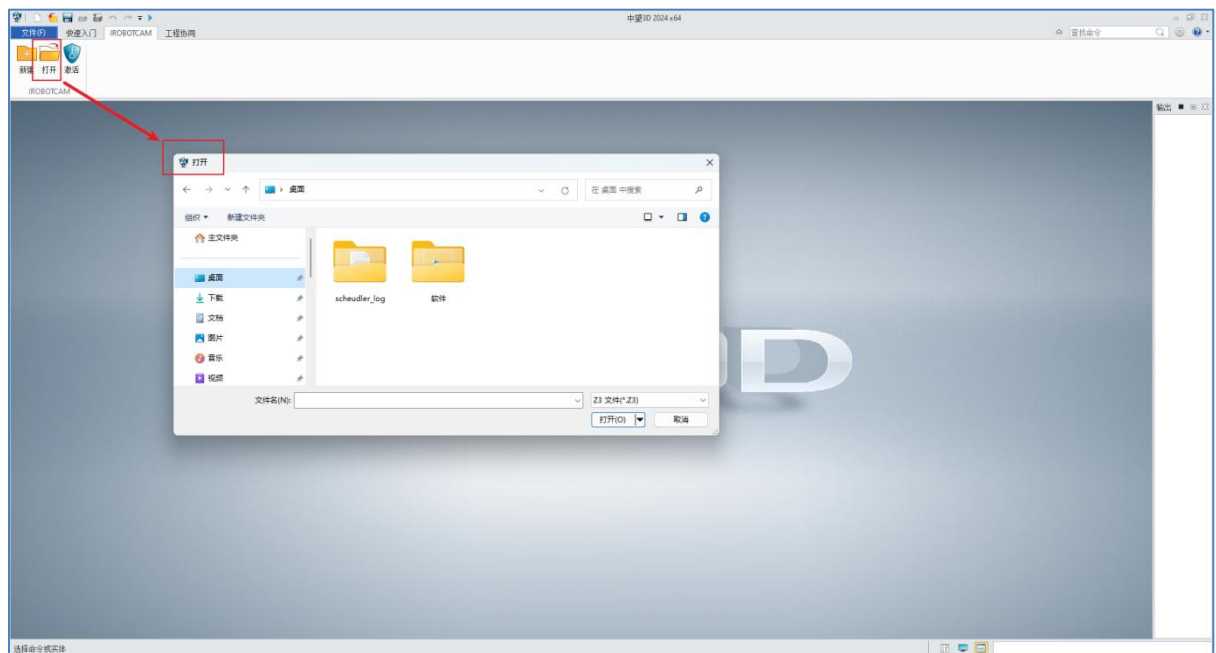

图 4-9: 打开
**打开：**点击打开按钮以打开相应的 Z3 文件。注意：在 IROBOTCAM 模块中创建的 Z3 文件必须从此窗口打开，以便具有相关的 IROBOTCAM 模块内容。（图 4-9）